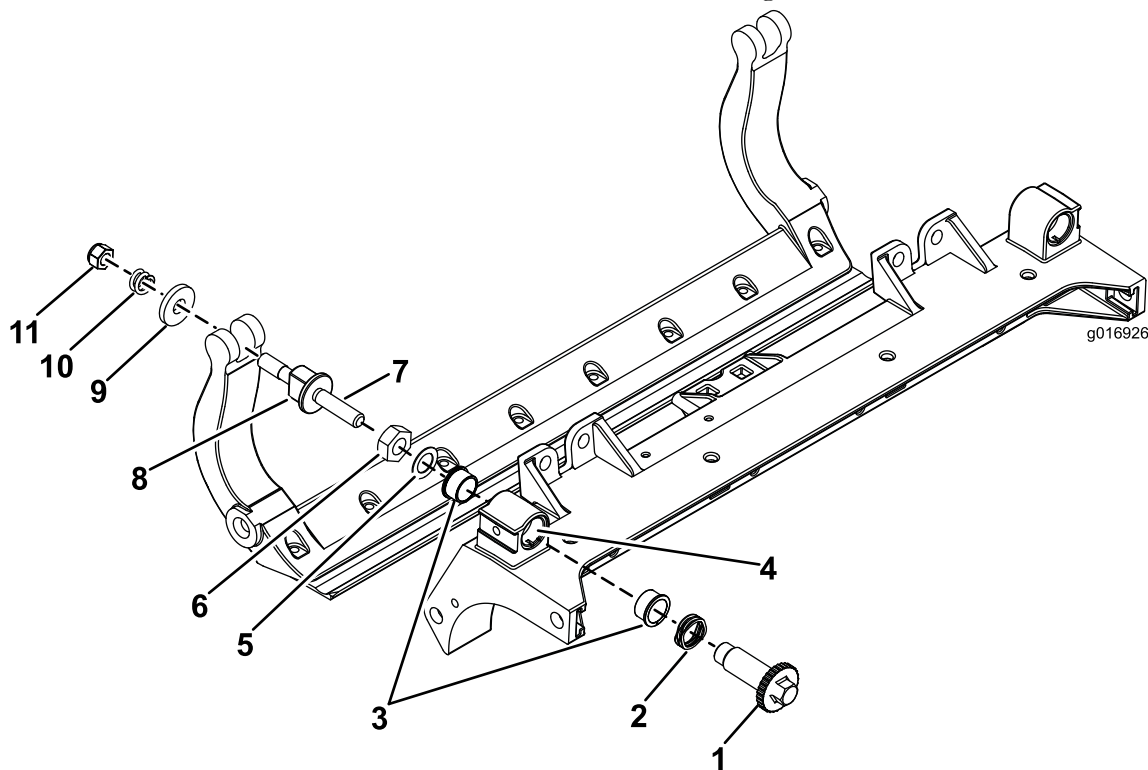

Bild 33
1. Entfernen Sie alle Teile (siehe *Installationanleitung* für das HD-DPA-Kit Modellnr. 120–7230 und auch Bild 33).
2. Tragen Sie ein Mittel zur Vermeidung des Festfressens innen im Büchsenbereich am mittleren Mähwerkrahmen auf (Bild 33).
3. Fluchten Sie die Keile an den Flanschbüchsen mit den Schlitzen im Rahmen aus und setzen Sie die Büchsen ein (Bild 33).
4. Legen Sie eine Wellenscheibe auf die Einstellerwelle und schieben Sie die Welle auf die Flanschbüchsen im Mähwerkrahmen (Bild 33).
5. Befestigen Sie die Einstellerwelle mit einer Flachscheibe und einer Sicherungsmutter (Bild 33). Ziehen Sie die Sicherungsmutter mit 20 bis 27 N-m.
9. Befestigen Sie den Untermesserträger mit den Untermesserträgerschrauben (Muttern an den Schrauben) und den sechs Scheiben an jeder Seitenplatte. Legen Sie eine Nylonscheibe an jede Seite des Seitenplattenansatzes. Legen Sie eine Stahlscheibe außen auf jede Nylonscheibe (Bild 33). Ziehen Sie die Schrauben mit 37 bis 45 Nm an. Ziehen Sie die Sicherungsmuttern an, bis sich die Stahlscheibe außen nicht mehr dreht und kein Spiel am Ende vorhanden ist, ziehen Sie jedoch nicht zu stark an oder verbiegen Sie die Seitenplatten. Die Scheiben innen können einen Abstand aufweisen (Bild 33).
10. Ziehen Sie die Mutter an jedem Untermesserträgerereinsteller an, bis die Druckfeder ganz zusammengedrückt ist, lösen Sie die Mutter dann um eine halbe Umdrehung (Bild 33).